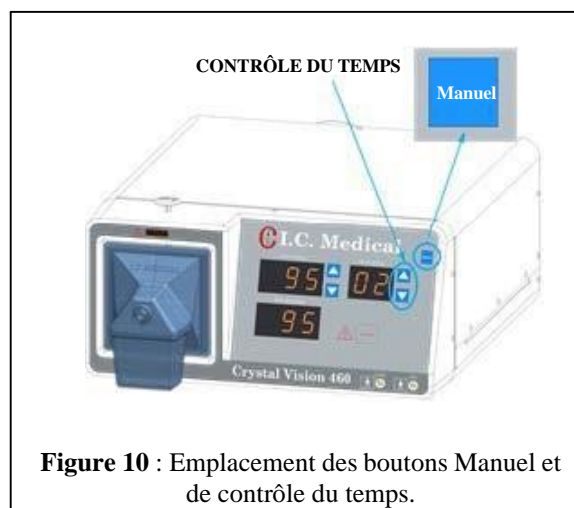

Figure 10 : Emplacement des boutons Manuel et de contrôle du temps.
2. Ajustez le TEMPS en appuyant sur les boutons poussoirs (Figure 10) jusqu'à ce que l'affichage pour TEMPS indique 2 SECONDES. La pompe doit fonctionner lorsque le capteur ESU ou l'interrupteur au pied laser est activé et s'arrêter environ 2 secondes après le relâchement de l'interrupteur au pied.
3. La pompe doit fonctionner lorsque le bouton-poussoir MANUAL (Figure 10) sur le panneau avant est enfoncé et s'arrêter environ 2 secondes après le relâchement du bouton.